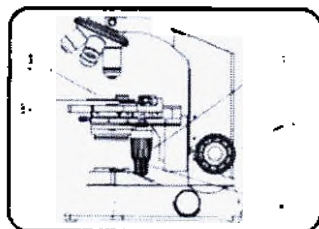

Рисунок 68
• **Помещение образца на предметный столик (рис. 68):**